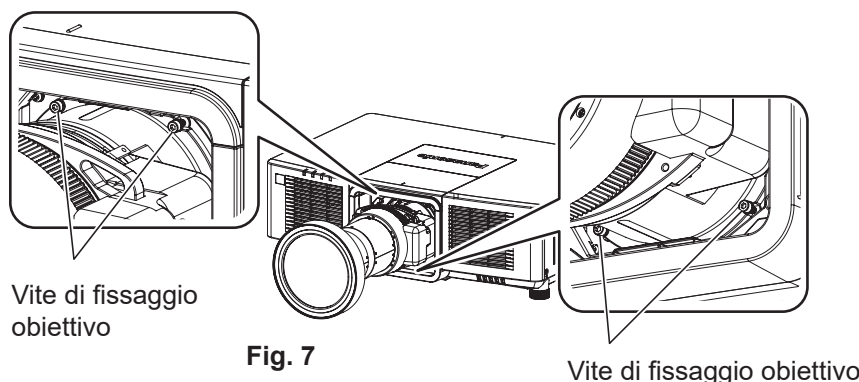

Fig. 7
- Per fissare al proiettore un obiettivo zoom (Modello n.: ET-EMU100), usare il cacciavite esagonale a punta sferica fornito in dotazione con l'obiettivo zoom (Modello n. ET-EMU100) per fissare l'obiettivo ai fori delle viti (4 posizioni) attorno all'obiettivo stesso. (Fig. 7)